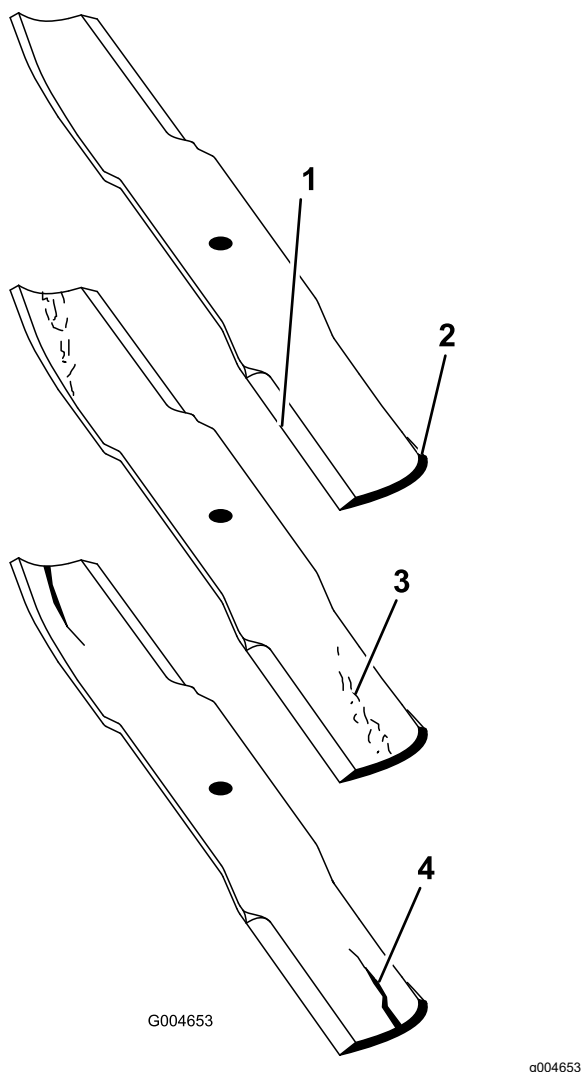

Figure 91
2. Examinez attentivement les tranchants de la lame, particulièrement au point de rencontre de la partie plane et de l'ailette (Figure 91).
Remarque: Le sable et les matières abrasives peuvent éroder le métal à cet endroit, c'est pourquoi il est important de contrôler l'état de la lame avant d'utiliser la tondeuse. Remplacez la lame si elle vous semble usée (Figure 91).